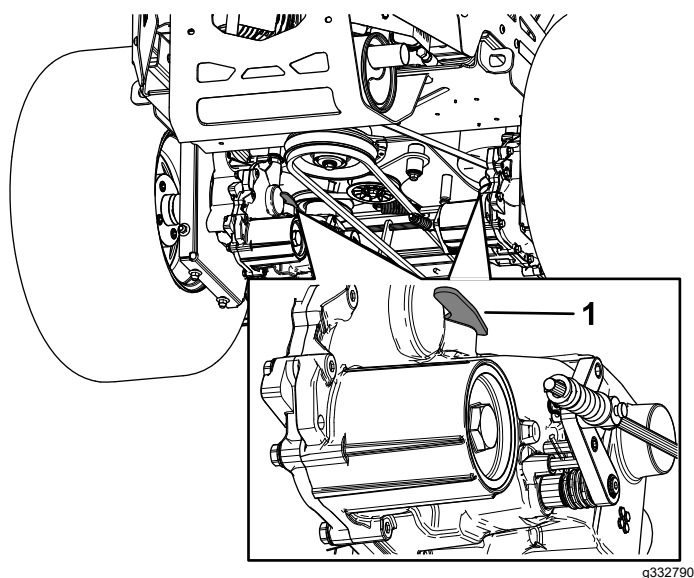

Рисунок 35
3. Чтобы перемещать машину толканием, переведите оба рычага перепуска вперед и зафиксируйте их на месте (Рисунок 35).
5. Чтобы работать на машине, переведите рычаги перепуска назад и зафиксируйте их на месте (Рисунок 35).